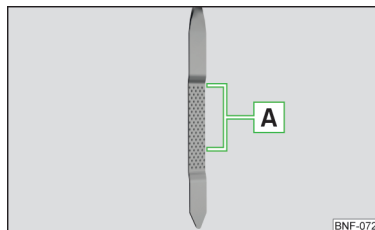

Fig. 141
Nivelul de ulei trebuie să se situeze în zona  » fig. 141. Dacă nivelul de ulei este situat sub zona , completați cu ulei.
- Nivelul uleiului nu trebuie să fie în niciun caz în afara zonei **A** » fig. 141 - în caz contrar există pericolul deteriorării motorului, precum și a instalației de evacuare a gazelor arse.